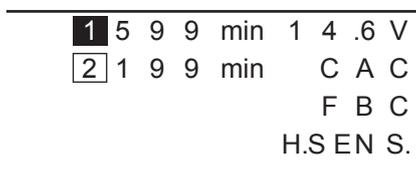

Fig. 1
- 2 Réglez le commutateur <POWER> sur <|> (ON) et vérifiez les éléments suivants.**
- Le niveau de la batterie est suffisant sur l'affichage d'état du panneau de commande. (Fig. 1)